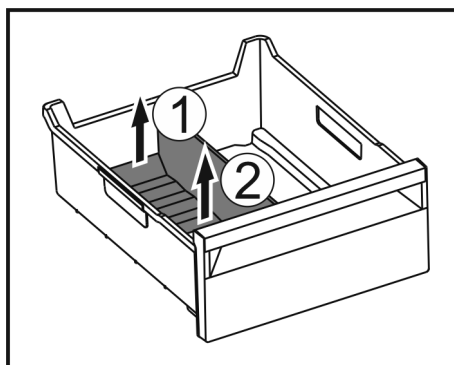

Fig. 114
- ▶ Løft opp baksiden av isrom-deleren. Fig. 114 (1)
- ▶ Ta ut isrom-deleren oppover. Fig. 114 (2)